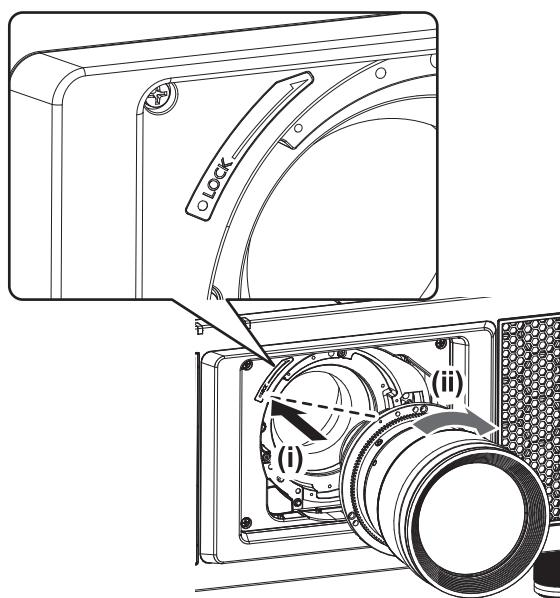

図1
1) 投写レンズの目印（オレンジ色）を、本体の目印（LOCK の左側にある○）に合わせて差し込み、「カチッ」と音がするまで時計方向に回す（図1）
2) レンズリリースボタンを押しながら投写レンズを反時計方向に回し、抜き取る（図1）